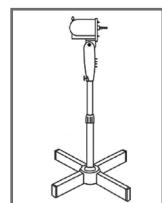

рис.4
- 6.5 Ослабьте фиксатор корпуса, вращая его против часовой стрелки. Установите корпус прибора на стойку с основанием и закрутите фиксатор корпуса, вращая его по часовой стрелке (рис.4).